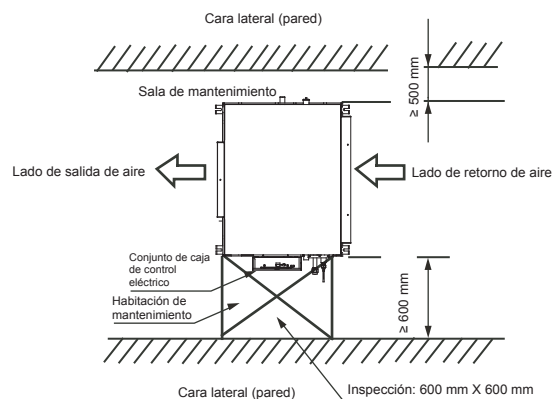
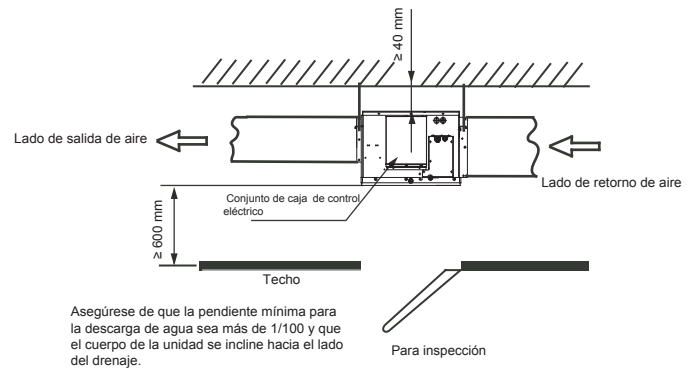

Figura 2.1
Figura 2.2
2.3 El espacio necesario para la instalación (unidad: mm) se muestra en Figura 2.1 y Figura 2.2: